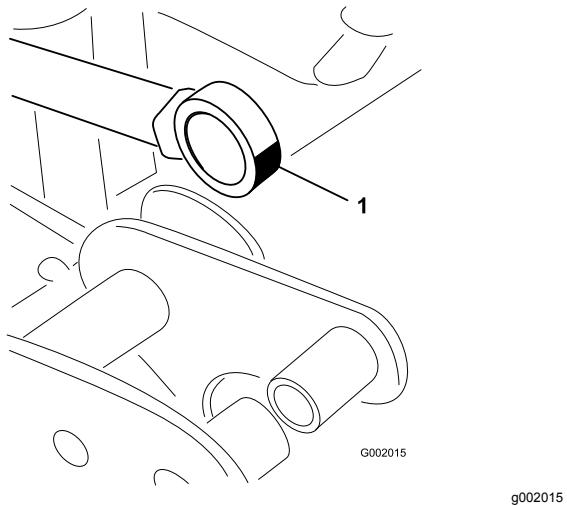

Figura 65
5. Manipule el extremo del cojinete del émbolo del actuador y aplique grasa al cojinete (Figura 65).